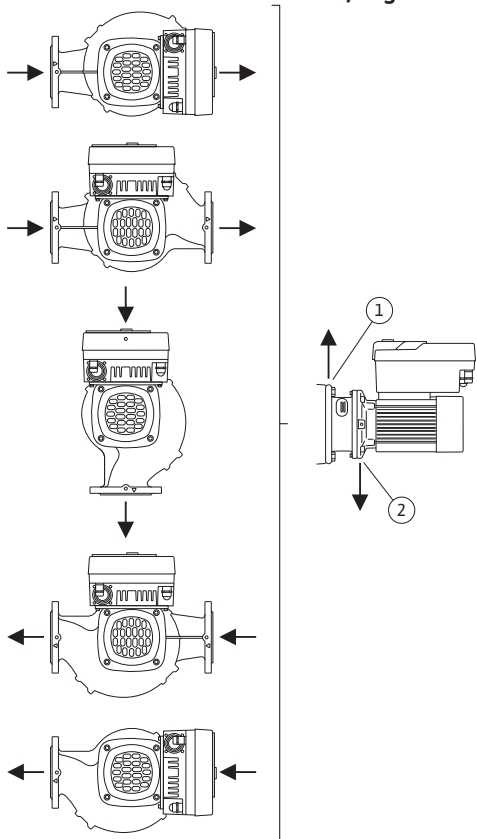

Fig. 16: Megengedett beépítési helyzetek vízszintes tengellyel
- Vízszintes motortengely esetén a kondenzátumfuratoknak alul kell elhelyezkedniük (Fig. 16, 2. poz.). Adott esetben a motort el kell forgatni.